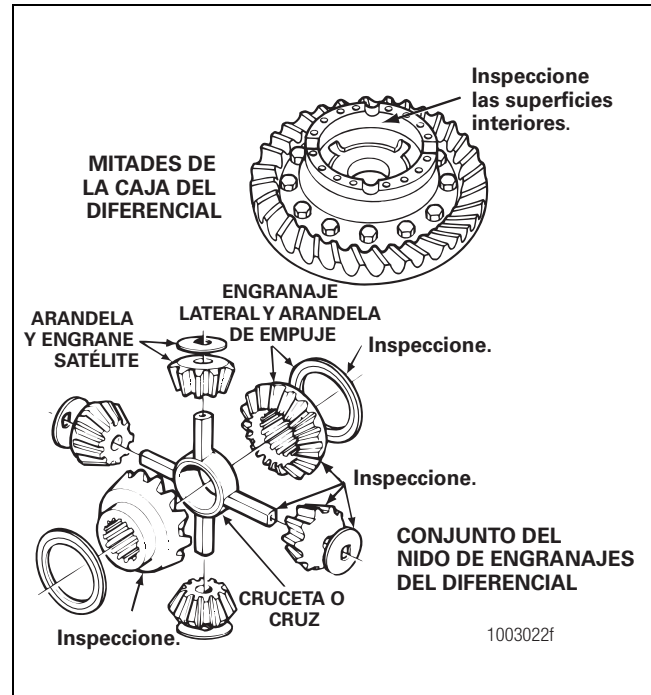

Figura 4.7
3. Inspeccione las piezas del conjunto principal del diferencial para ver si hay desgaste o tensión. Reemplace las piezas que estén dañadas. Figura 4.7.